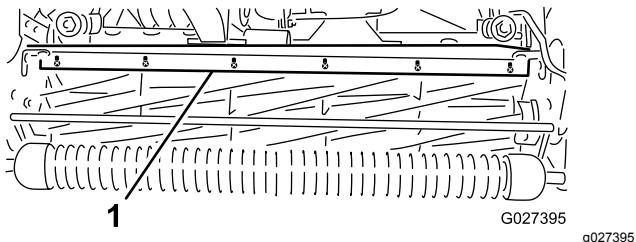

図 59
- バー図 59 をカッティングユニットに固定しているねじをゆるめる。